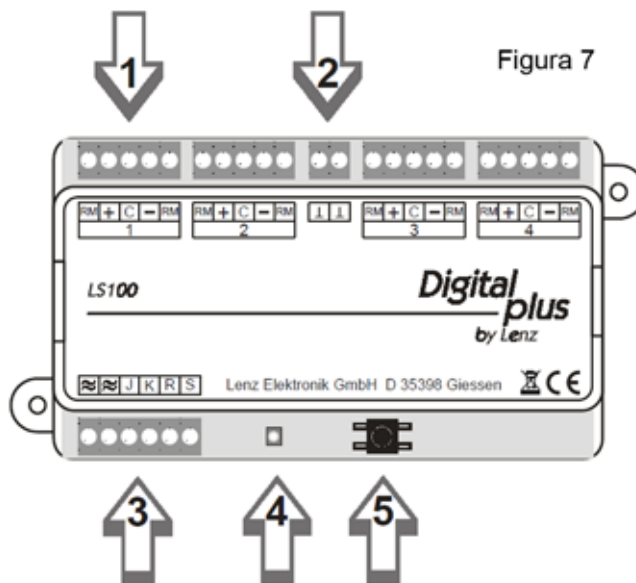

Figura 7
Fisicamente, se diferencia del anterior porque cada salida lleva un numero mayor de contactos (5) que corresponden a la retroseñalización (figura 7).
En la figura 7 podemos ver las conexiones: